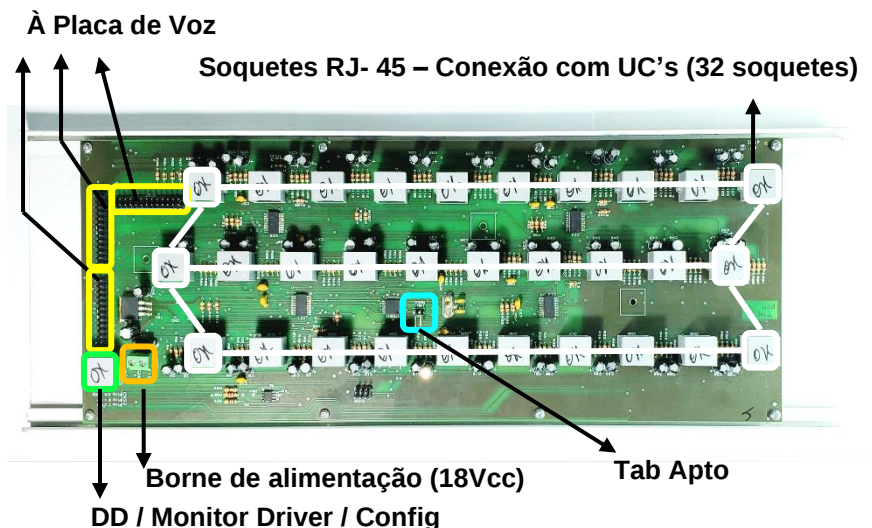

Figura 19 – Painel Concentrador
- f. Localize os soquetes modulares (*RJ-45*) aos quais serão conectados os cabos vindos das **UC's**. Estes soquetes encontram-se na placa de sinalização acoplada à tampa frontal do painel e são rotulados (em fábrica) com os números das **UC's** correspondentes. Veja a *Figura 19* abaixo e a tabela de correspondência das **UC's** e soquetes que acompanha o seu sistema específico.
- h. Mantenha ainda a fonte de alimentação do sistema desconectada da rede elétrica. Conecte o cabo paralelo vindo da fonte de alimentação (veja o passo **C.** acima) ao borne de alimentação mostrado na *Figura 19* abaixo. O terminal **negativo** da saída da fonte deve ser ligado ao borne de alimentação rotulado com "**GND**". Além disso, o terminal positivo da saída da fonte deve ser ligado ao borne de alimentação rotulado com "**18V**". **Observe que se a polaridade for invertida, o sistema de chamada não funcionará.**
- i. Se o *Sistema de Chamada Simples* for configurado com *Viva-Voz*, reinstale a *placa de voz* e, em seguida, conecte o cabo vindo do telefone ao soquete *RJ-45* localizado na *placa de voz*. Veja a *Figura 19* abaixo.